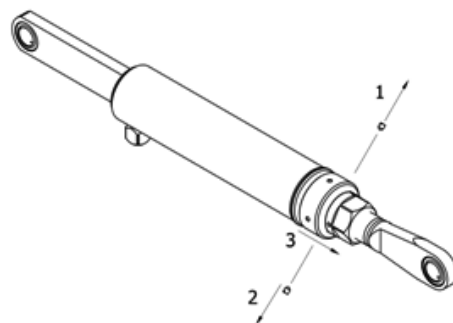

Bild 30. Anslag och dess låsskruv
3. Lossa anslaget låsskruv (1, 2). Skruva anslaget helt tillbaka i riktning mot lyftbryggan (3). Bild 30.